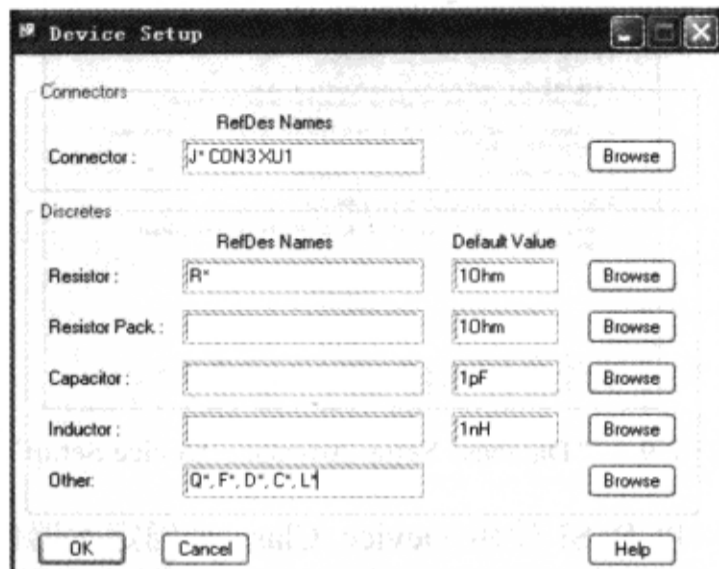

图 2-6-14 “Device Setup”对话框
(6) 在“Device Setup”对话框中删除“Capacitor”栏和“Inductor”栏内的内容，并在“Other”栏内输入“Q\*, F\*, D\*, C\*, L\*”，如图 2-6-14 所示。